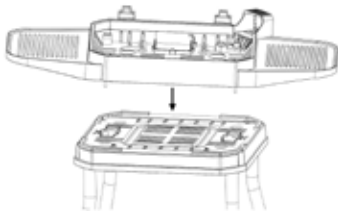

Abb. 5
8. Stellen Sie nun das Grillgehäuse [9] auf die Grillbasis [11] und drehen Sie die beiden Halterungen an der Unterseite gegen den Uhrzeigersinn. Grillgehäuse und Grillbasis sind nun miteinander verbunden (Abb. 5, 6 und 7).